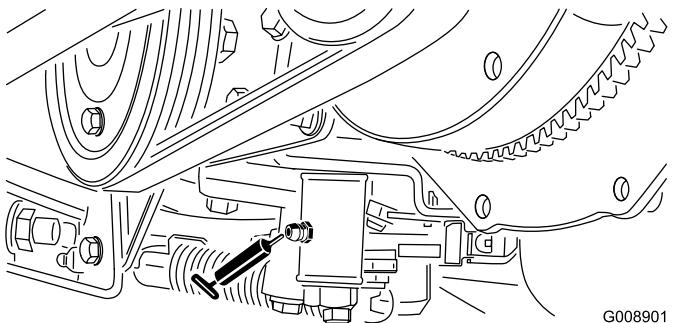

Bild 41
- Neutraleneinstellungsmechanismus (Bild 41)